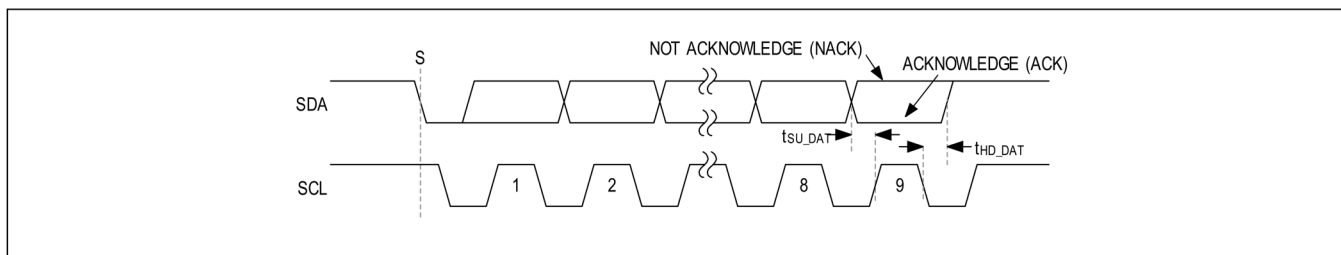

図 23. アクノレッジ・ビット
I2C バス・コントローラとデバイスは、どちらもデータ受信時にアクノレッジ・ビットを生成します。アクノレッジ・ビットは、9 ビットからなる各データ・パケットの最後のビットです。アクノレッジ (A) を生成するには、受信デバイスがアクノレッジに関するクロック・パルス (9 パルス目) の立上がりエッジの前に SDA をローにし、クロック・パルスがハイの間はそのままローを維持する必要があります。図 23 を参照してください。ノット・アクノレッジ (nA) を生成するには、受信デバイスがアクノレッジに関するクロック・パルスの立上がりエッジの前に SDA をハイにし、クロック・パルスがハイの間はそのままハイを維持します。